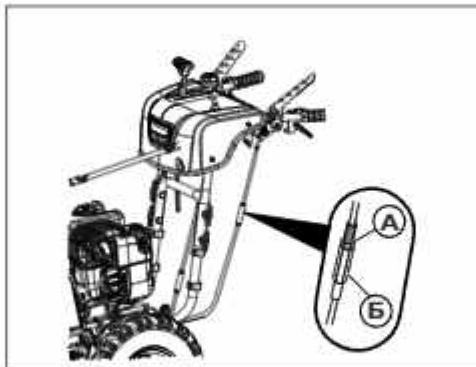

Рис. 41
2. Одним гаечным ключом зафиксируйте регулировочную гайку (рис. 41, поз. Б), а другим ослабьте контргайку (рис. 41, поз. А).
3. Отпустите рычаг рулевого управления. Поворачивайте регулировочную гайку (рис. 41, поз. Б) против часовой стрелки или по часовой стрелке до тех пор, пока трос не натягнется. Не затягивайте его слишком сильно. Функция управления будет активирована только при расцепленном рулевом управлении.
4. Отрегулировав, зафиксируйте регулировочную гайку (рис. 41, поз. Б) и затяните контргайку [рис. 41, поз. А].